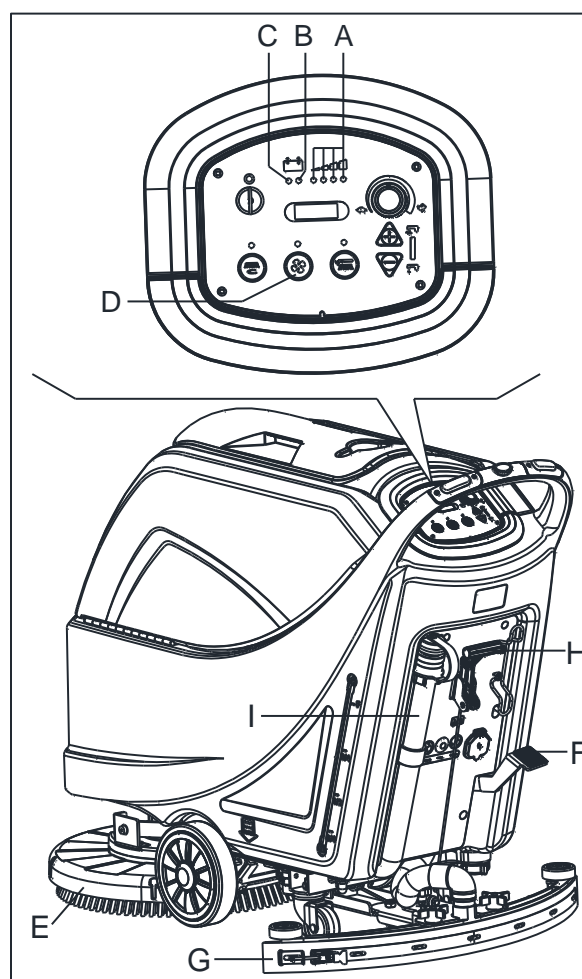
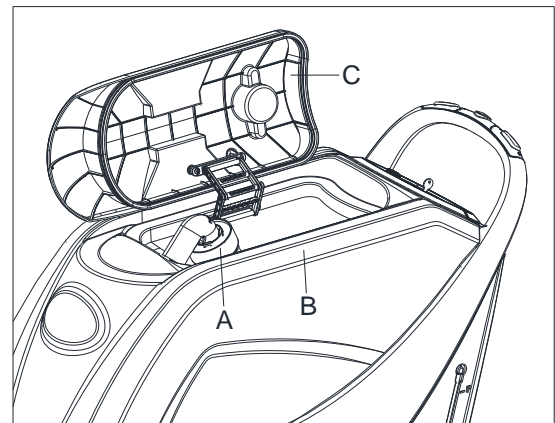

Figura 10
Figura 11
Enquanto a luz de aviso verde (A, Figura 10) estiver ligada, as baterias permitem que a máquina funcione normalmente. Quando a luz de aviso verde (A) se desligar, e a luz de aviso amarela (B) se ligar, recomendamos que carregue as baterias, uma vez que a carga restante só durará alguns minutos (dependendo das características da bateria e do trabalho a ser realizado). Quando a luz de aviso verde (C) se ligar, as baterias estão completamente descarregadas. Após alguns segundos, o suporte de escova / esponja é desligado completamente, enquanto que o sistema a vácuo e (só para máquinas com tração) o sistema de direção ficam ligados para terminar de secar o chão e conduzir a máquina para a área de carregamento.
Um sistema de desligar automático (A, Figura 11) para o sistema a vácuo quando o tanque de água de recuperação (B) está cheio. A desativação do sistema a vácuo é assinalada por um aumento súbito na frequência de ruído do motor do sistema a vácuo e o chão não é seco.
Se o sistema a vácuo for desligado acidentalmente (por exemplo, quando a búa é activa devido a um movimento súbito da máquina), para continuar a operação: desligue o sistema a vácuo pressionando o interruptor (D, Figura 10), abra o revestimento (C, Figura 11) e verifique se a búa dentro da grelha (A) desceu para o nível da água. De seguida, feche o revestimento (C) e ligue o sistema a vácuo pressionando o interruptor (D, Figura 10).
Quando o tanque água de recuperação (B, Figura 11) estiver cheio, esvazie-o de acordo com os seguintes passos.
2. Levante o convés do suporte de escova/esponja (E, Figura 10) pressionando o pedal (F, Figura 10). (só para máquina de disco).
3. Levante o squeegee (G Figura 10) com a alavanca (H Figura 10).
5. Esvazie o tanque de água de recuperação com a mangueira (I Figura 10). De seguida, limpe o tanque (B, Figura 11) com água limpa.